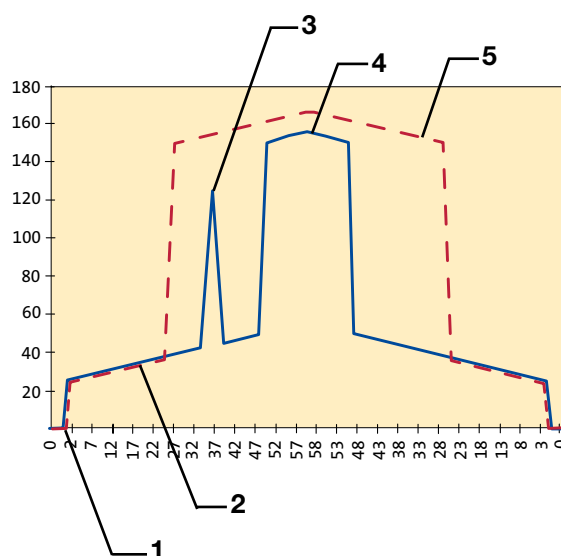

Figura 7:
4.3 L'incremento della pressione nel sistema (figura 7)